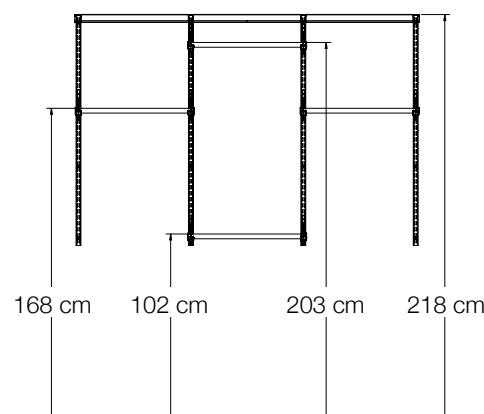

Figure 1
**ÉTAPE 1:** Mesurez 218 cm à partir du plancher et marquez deux repères sur le mur avec le crayon (**Figure 1**).
**ÉTAPE 3:** Installez le rail d'accrochage sur les montants du mur (le dessus du rail à 218 cm) à l'aide du niveau et des vis incluses (**Figure 1**).
- c. La hauteur standard pour les tringles (en mesurant du plancher jusqu'au dessus de la tringle) est de 168 cm pour un agencement à tringle simple, 102 cm et 203 cm pour un agencement à 2 tringles (**Figure 1**).